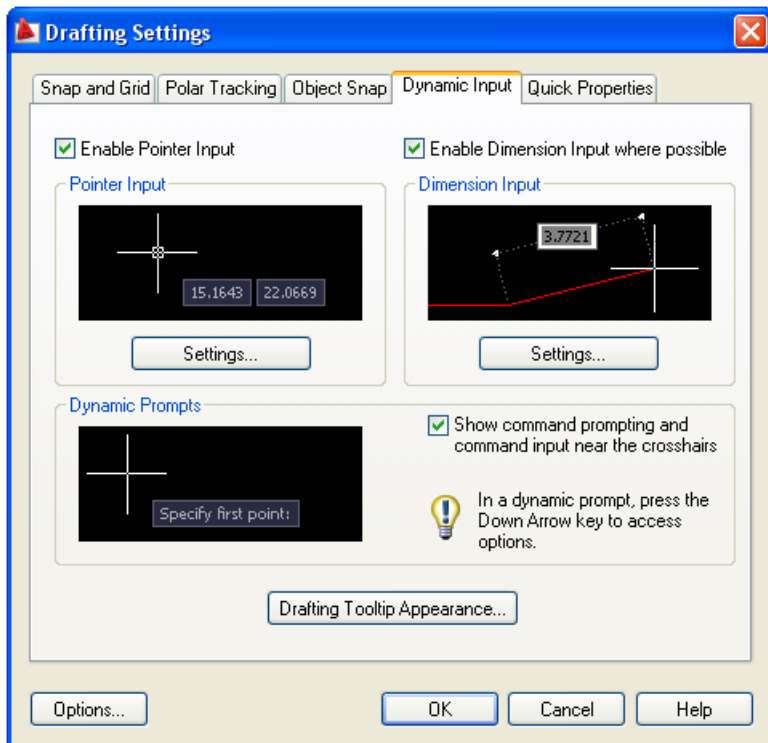
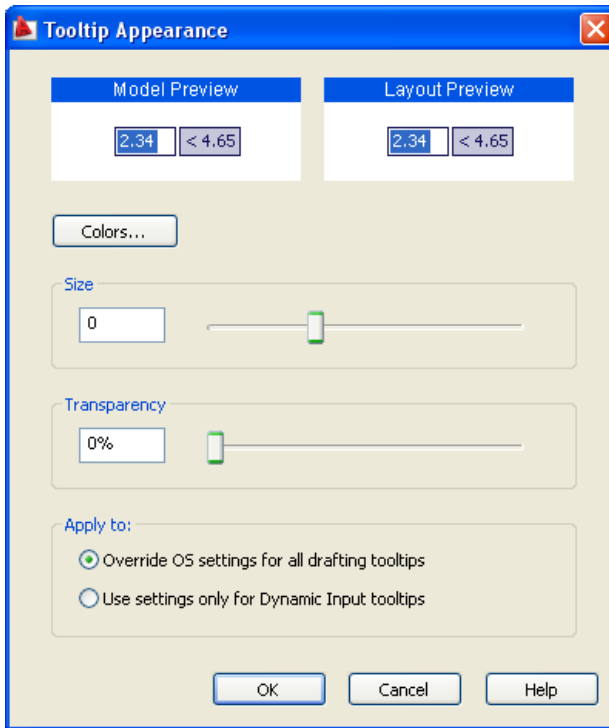
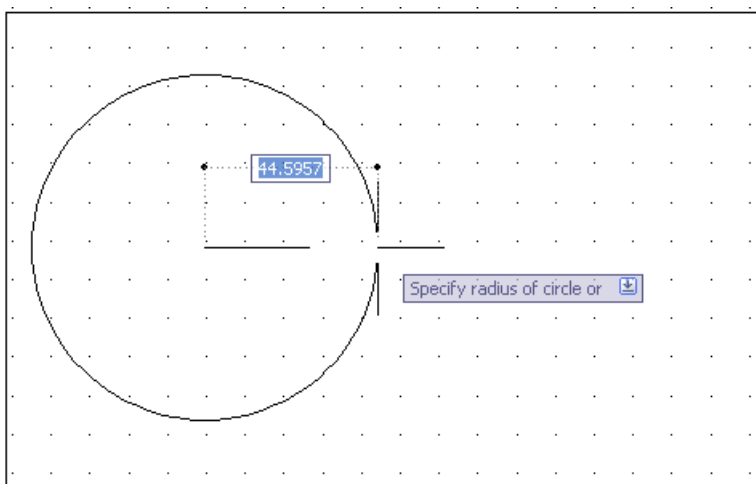

Рис. 4.16
Рис.4.18
Рис. 4.20
2. У діалоговому вікні Drafting Settings (Режимы рисования) на вкладці Dynamic Input (Динамический ввод) (рис. 4.16) включити такі прапорці:
4. Налаштувати розміри й прозорість вікон динамічного введення даних у діалоговому вікні *Tooltip Appearance* (Внешний вид подсказок) (рис. 4.18), яке викликається клацанням на кнопці *Drafting Tooltip Appearance* (Внешний вид подсказок на чертеже) у діалоговому вікні *Drafting Settings* (Режимы рисования) на вкладці *Dynamic Input* (Динамический ввод) (див. рис. 4.16).
При активізованому розмірному введенні виводиться підказ, що вказує відносні координати показника курсору (рис. 4.20). У цьому випадку потрібно встановити прапорець *Enable Dimension Input where possible* (Включить ввод размеров, где возможно) у діалоговому вікні *Drafting Settings* (Режимы рисования) на вкладці *Dynamic Input* (Динамический ввод) (див. рис. 4.16).